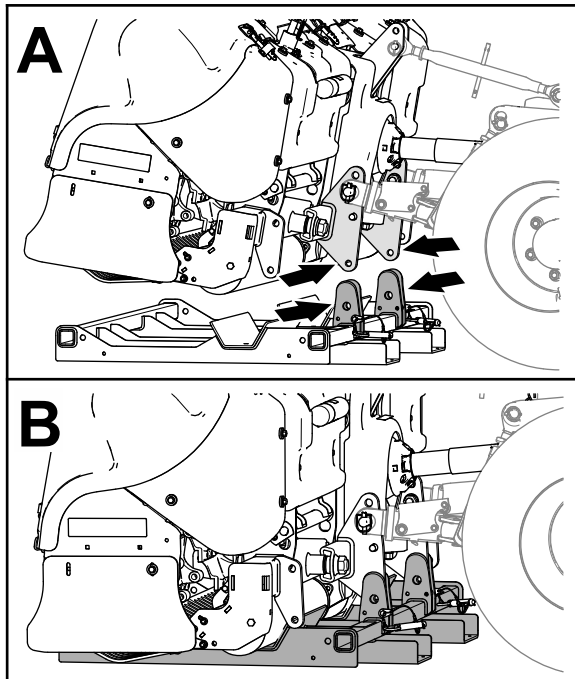

Figura 45
1. Alinee las placas de apoyo del soporte de almacenamiento con la brida del bastidor de enganche de la máquina (**Figura 45**).
2. Baje la máquina sobre el soporte de almacenamiento hasta que los orificios del soporte estén alineados con los de la brida del enganche (**Figura 45**).